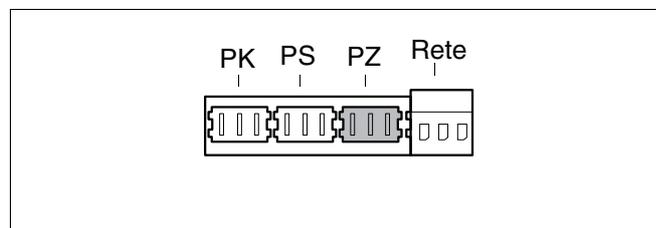

Fig. 43 Morsettieria - Pompa di circolazione 230 V (collegamento colore lilla).
- Collegare la pompa di circolazione al morsetto lilla PZ (fig. 43). Corrente assorbita massima ammessa della pompa = 250 W.